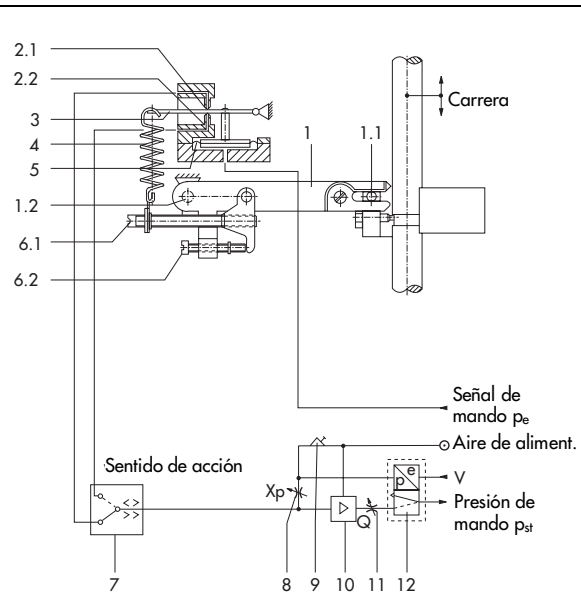
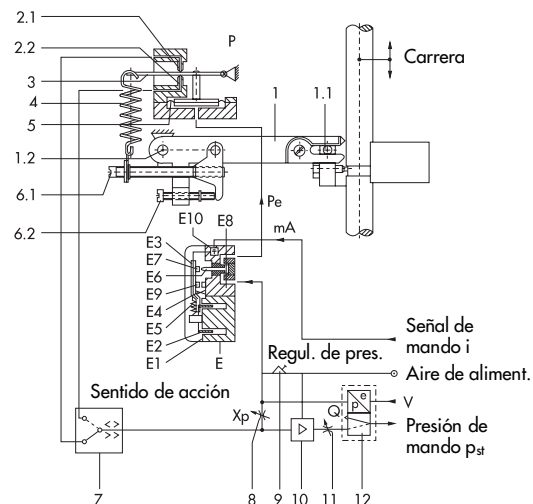

Fig. 5 - Esquema de funcionamiento del posicionador tipo 3766 (articulación de la palanca palpadora con montaje directo a accionamiento neumático tipo 3277)
Fig. 6 - Esquema de funcionamiento del posicionador tipo 3767
## Funcionamiento (Figs. 5 a 7)
El posicionador neumático tipo 3766 (fig. 5) y el posicionador electroneumático (i/p) tipo 3767 (fig. 6) se distinguen únicamente por el módulo convertidor (E) agregado en el posicionador i/p.
En el tipo 3767 (fig. 6), la señal de corriente continua  $i$ , procedente del aparato de regulación, pasa por la bobina móvil (E2) situada en el campo de un imán permanente (E1). En los brazos de balanza (E3) se equilibra la fuerza de la bobina móvil, proporcional a la corriente  $i$ , con la fuerza de la presión dinámica que genera sobre la placa deflectora (E7) el chorro procedente de la tobera (E6). Al variar la señal de corriente varía proporcionalmente la presión  $p_e$  que se envía al sistema de mando neumático.